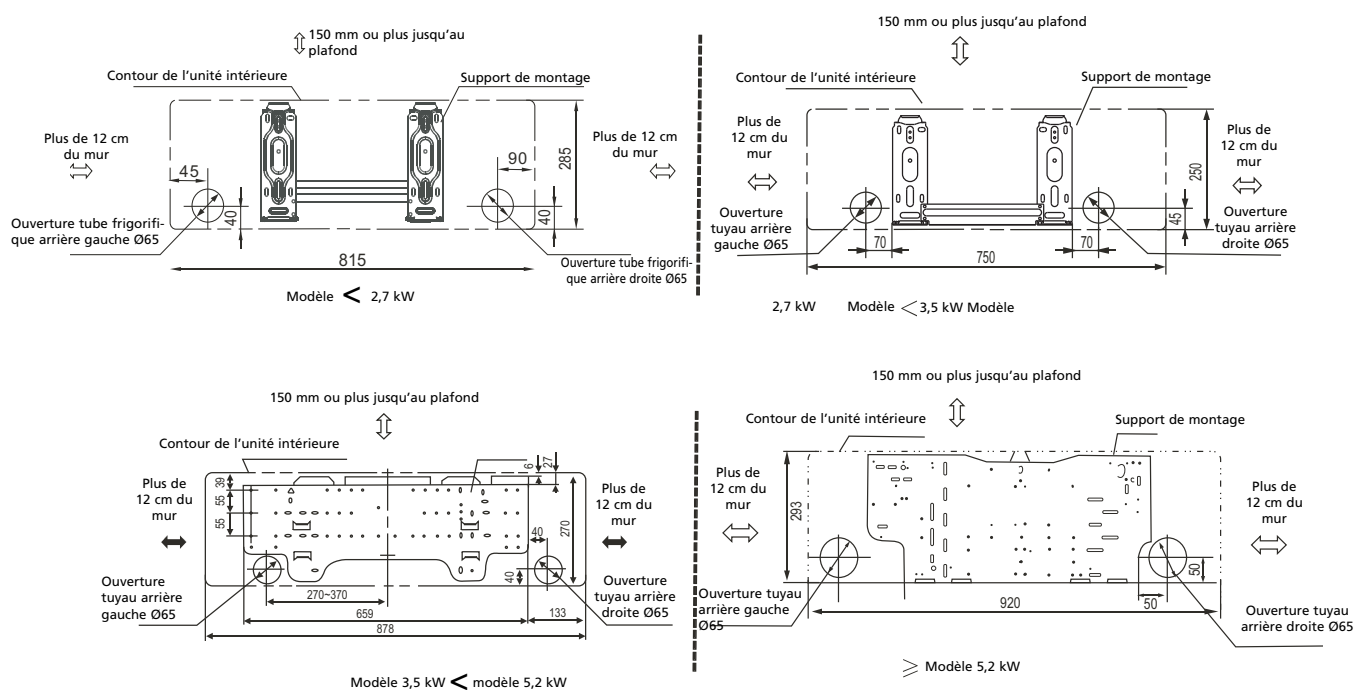

Fig. 5
1. Déterminer la position des trous en fonction du diagramme illustré à la Fig.5. Percer un ① trou (65 mm) en inclinant légèrement vers le bas (côté extérieur) afin d'éviter la pénétration d'eau vers l'intérieur.